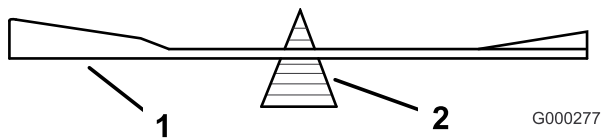
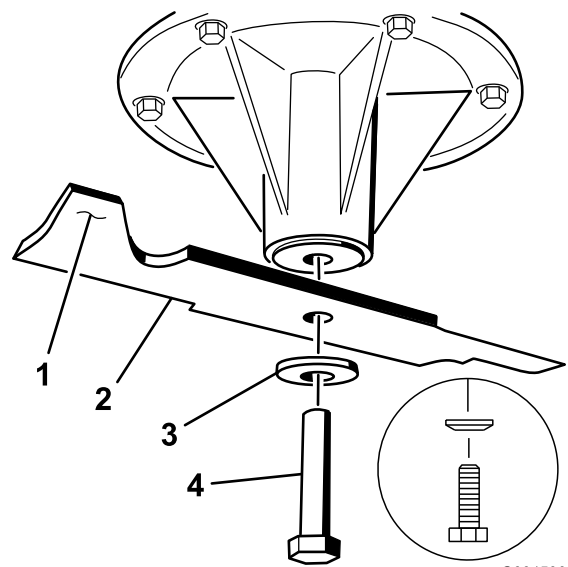

Figura 93
Figura 94
2. Verifique el equilibrio de la cuchilla colocándola sobre un equilibrador de cuchillas (Figura 93). Si la cuchilla se mantiene horizontal, está equilibrada y puede utilizarse. Si la cuchilla no está equilibrada, rebaje algo del metal en la parte de la vela solamente (Figura 94). Repita este procedimiento hasta que la cuchilla esté equilibrada.
1. Instale la cuchilla en el eje (Figura 94).
2. Instale la arandela de muelle y el perno de la cuchilla. El cono de la arandela de muelle debe estar orientado hacia la cabeza del perno (Figura 94). Apriete el perno de la cuchilla a 115-150 N·m (85-110 pies-libra).